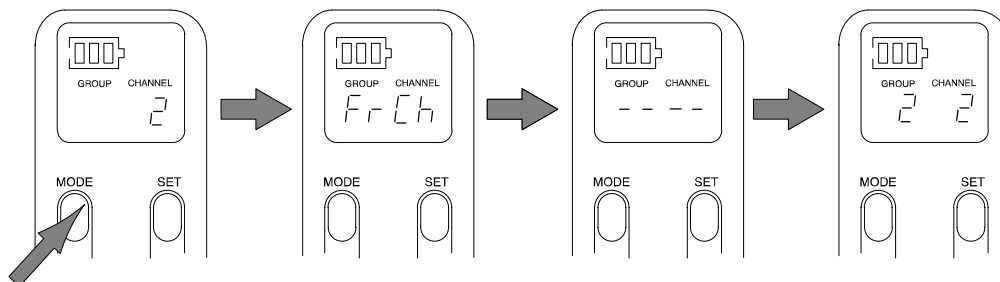

FIGURE 29
- Appuyer de nouveau sur le bouton «MODE» pour choisir le nouveau réglage du canal. «FrCh» apparaît brièvement sur l'affichage, indiquant que la fréquence a changé. Puis les nouveaux réglages de groupe et de canal s'affichent. Se reporter à la figure 29.